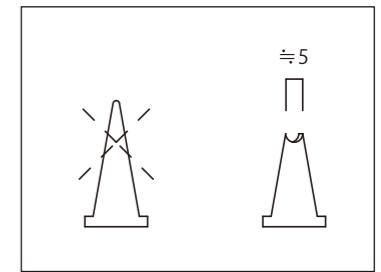

図6 接着剤ノズル先端加工方法
⑤接着剤の塗布 (P.6 「Belle K-CAL接着要領」図6参照)
⑥両面テープの剥離紙除去
⑦Belleパネルの取り付け